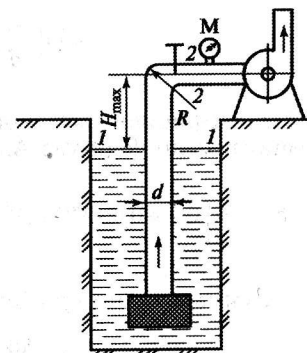

Рис. 6.10
**Задача 6.39.** Насос забирает из водоема воду температурой 20 °С в количестве  $Q = 50$  л/с. Определить максимальную высоту расположения горизонтального вала насоса над свободной поверхностью воды  $H_{\text{max}}$  (рис. 6.10), если давление в трубе перед насосом  $p_2 = 0,3 \cdot 10^5$  Па. На всасывающей чугунной трубе диаметром  $d = 0,25$  м и длиной  $l = 50$  м имеются заборная сетка, плавный поворот радиусом  $R = 0,5$  м и регулирующая задвижка, открытая на 45% площади проходного сечения.